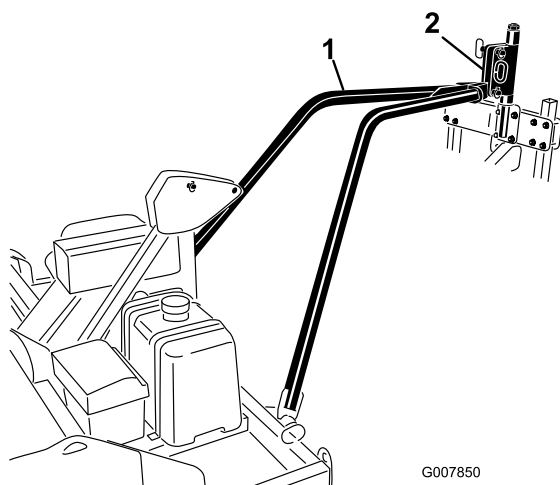

Рисунок 15
3. Отсоедините стяжку или трос и опустите пластину сцепки буксировочного рычага в шарнир сцепки аэратора (Рисунок 15).